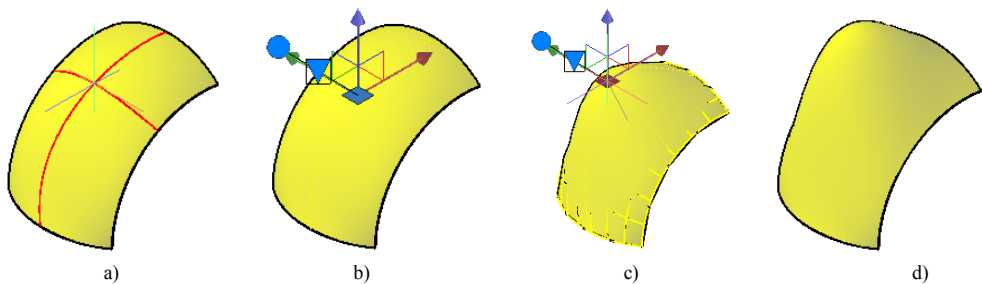

图 9-11 三维编辑栏修改 NURBS 曲面
使用三维控制点编辑栏命令“3deditbar”可重塑 NURBS 曲面相切的形状，更改曲面特定点处沿 U 和 V 方向的切向。通过指定精确坐标，可以用极高的精度编辑曲面。图 9-11 是用控制点编辑栏编辑 NURBS 曲面的过程。
4) V 切向：选择此选项后，编辑栏移到 V 轴，幅值把手点或把手线在 V 方向。在方形夹点上单击鼠标左键，待其变为红色后移动光标，V 方向始终不变，即将切向约束在 V 方向（读者可在图 9-11 中试之）。